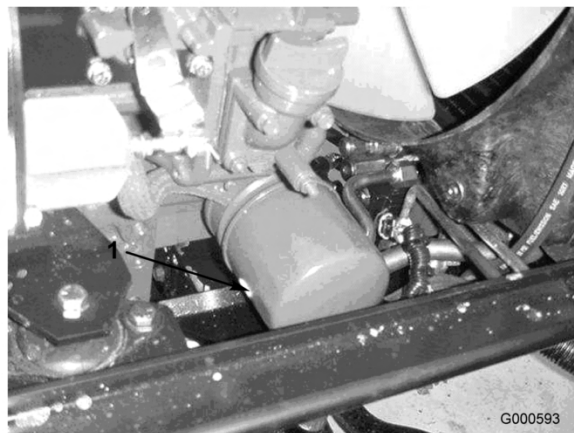

Figura 33
2. Togliete il filtro dell'olio (Figura 33). Applicare un velo di olio pulito sulla tenuta del nuovo filtro prima di avvitarla. Non serrate troppo.